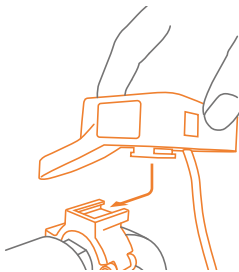

Abbildung 3: Bringen Sie das Steuerelement an.
- a. Bringen Sie das Steuerelement an **(Abbildung 3)**. Ein Klicken ist zu hören, wenn die richtige Position erreicht ist.